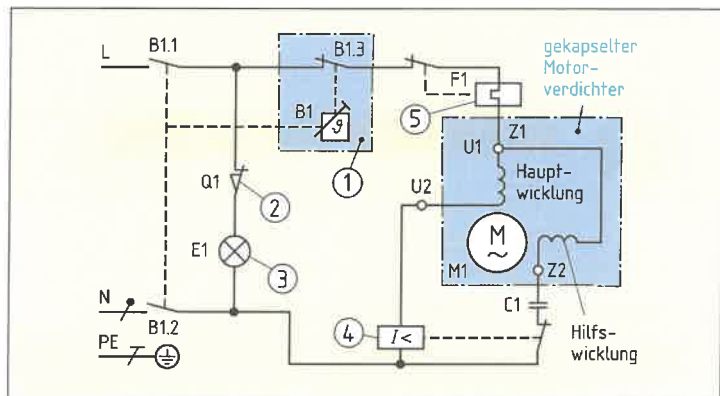

Bild 3: Stromlaufplan Verdichter-Kühlgerät
- ① Verdampfer
- ② _____
- ③ _____
- ④ _____
- ⑤ _____
- ⑥ _____
2. Welche Funktion haben die gekennzeichneten elektrischen Betriebsmittel (**Bild 3**) beim Verdichter-Kühlgerät?
- ① Temperaturregler
a) Bezeichnung und die Aufgabe von B1 (**Bild 3**) und